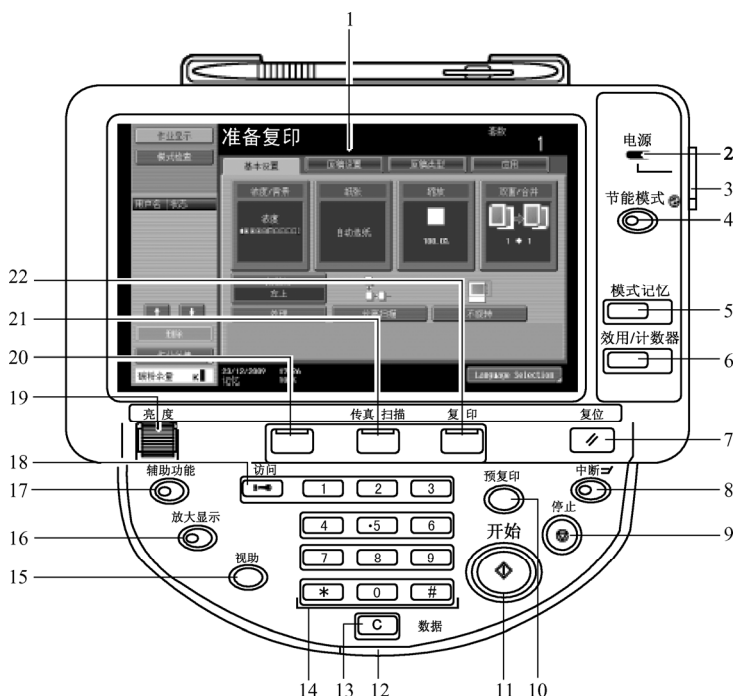

图 4-49 震旦 AD369 数码复印机操作面板示意图
(2) AD369 操作面板识别及功能如图 4-49 所示。